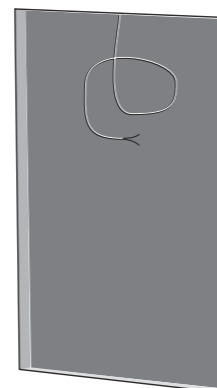

Fig. 3. Drywall Cutout with Speaker Cable
3. Faites passer le fil du haut-parleur jusqu'à cet emplacement (Fig. 3). Laissez suffisamment de jeu pour établir les connexions le moment venu. Attachez le câble du haut-parleur pour l'empêcher de bouger et de cliqueter en cours de fonctionnement. Assurez-vous que le câble d'enceinte n'entre pas en contact avec des clous ou des vis qui pourraient endommager l'isolation électrique.